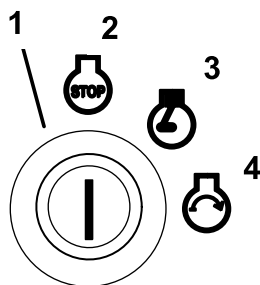

Figure 13
6. Tournez la clé dans le sens horaire en position de marche (Figure 13).
9. Tournez la clé en position de démarrage ; le témoin de préchauffage se rallume. Relâchez la clé quand le moteur démarre (Figure 13).
2. Tournez la clé dans le sens horaire en position de marche (Figure 13).
- Tournez la clé de contact à la position contact coupé (Figure 13). Attendez l'arrêt de toutes les pièces en mouvement avant de quitter la position de conduite.